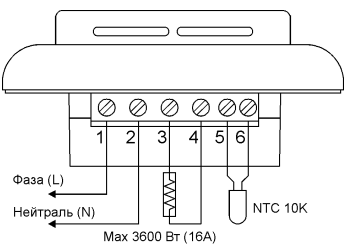

Рис. 3
КЛЕММЫ ПОДКЛЮЧЕНИЯ (рис. 3)
- выполните подключения в соответствии со схемой (рис. 3);